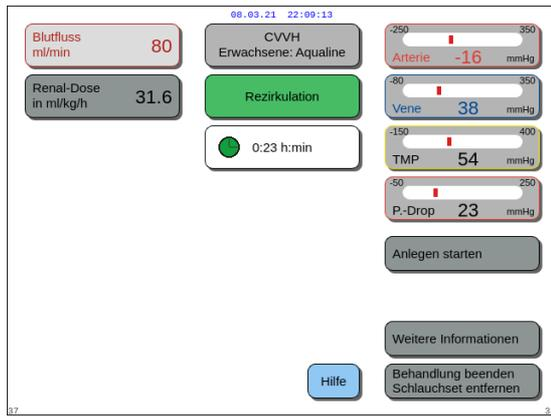

Abb. 119
1. *Anlegen starten* auswählen und bestätigen (Abb. 119).
1. *Behandlung beenden*, *Schlauchset entfernen* auswählen und bestätigen (Abb. 119).